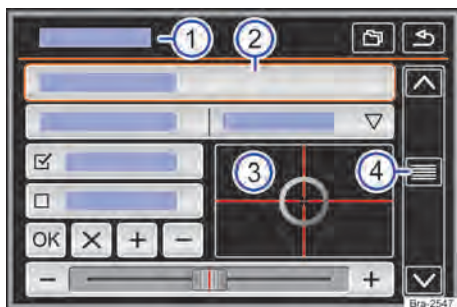

Fig. 110 Representação esquemática: vista geral das possíveis superfícies de função no display.
As superfícies de função iniciam funções ou abrem outros submenus. Em submenus é indicado, na linha do título, o menu atualmente selecionado → Fig. 110 ①.